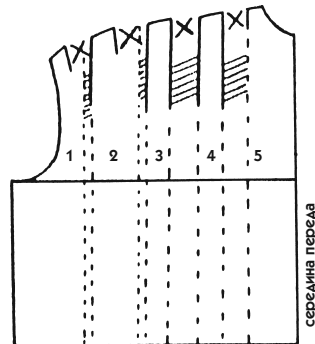

Рис. 545
- Проще ориентироваться на перпендикуляр и работать с лекалом на просвет, перемещая каждую полосу на предусмотренную величину (рис. 545).
5. Обозначьте глубину каждой складки крестом и проверьте, одинаковую ли ширину они имеют (рис. 545).